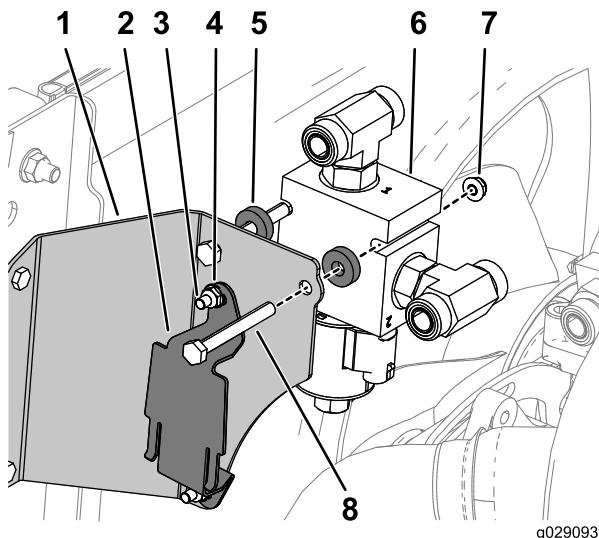

Figura 16
- 3. Montate la staffa del serbatoio di troppopieno del radiatore sulla staffa del gruppo del collettore utilizzando 2 bulloni (1/4 x 3/4 poll.) e 2 dadi (1/4 poll.) come illustrato nella Figura 16.
- 5. Montate il gruppo del collettore sulla staffa con 2 bulloni (5/16 x 2-3/4 poll.), 2 distanziali e 2 dadi come mostrato nella Figura 16.